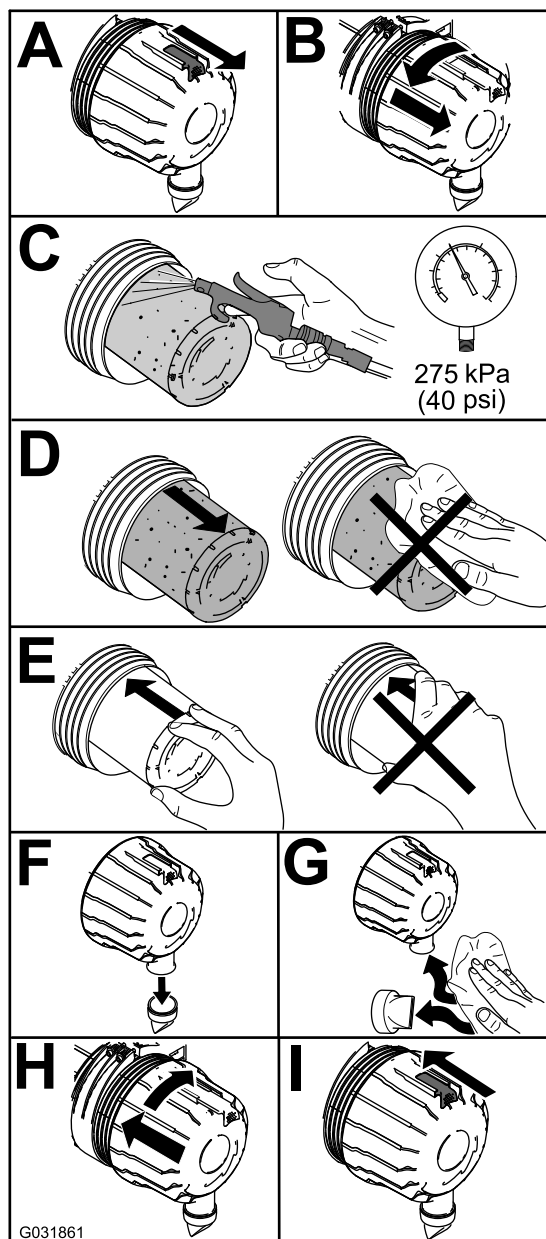

Figura 56
1. Cambie el limpiador de aire (Figura 56).